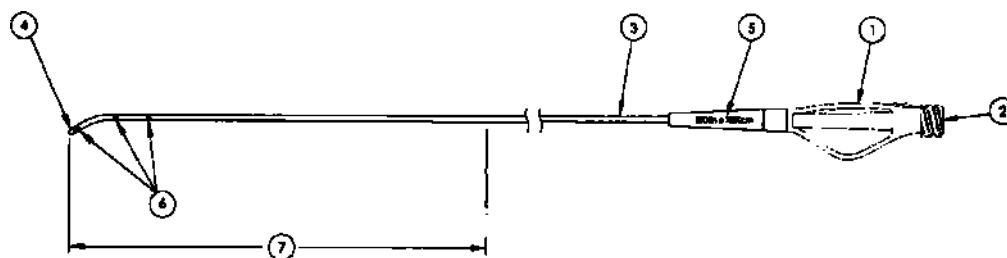

Figura 1. Catetere di supporto angolato TrailBlazer™
Come illustrato nella figura 1, il lume inizia (2) in corrispondenza dell'estremità prossimale del collettore (1) e prosegue attraverso il catetere (3) fino alla punta distale angolata (4). Il lume consente di far passare il catetere sopra un filo guida. Il diametro compatibile con il filo guida e la lunghezza operativa sono contrassegnati sul dispositivo antitensione (5). Il corpo del catetere presenta nella parte distale tre marker radiopachi (6) per facilitare il posizionamento del catetere. I primi 40 cm dall'estremità distale del catetere (7) presentano un rivestimento idrofobico.